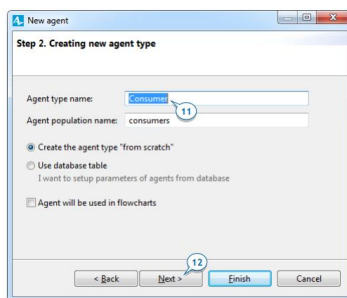

Рисунок 2.10 – Створення нового агента
14. На сторінці «Крок 2. Створення нового типу агента» в полі «Ім'я типу агента» введіть «Споживач» (*Consumer*). Інформація у полі «Ім'я популяції агента» автоматично зміниться на споживачів (рис. 2.10).